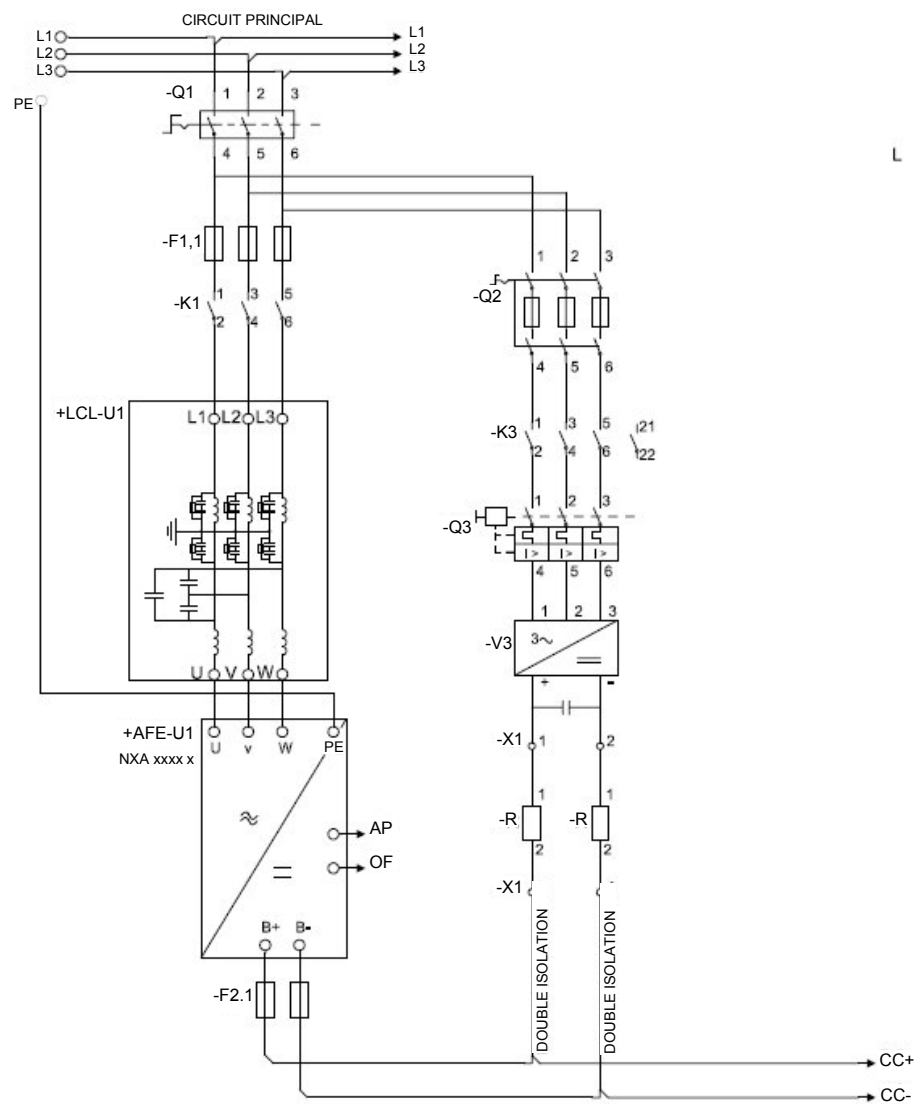

Figure 6. Raccordement
Le GTC est utilisé à l'aide du matériel AFE équipé d'un logiciel spécial. Un filtre LC(L) externe et un circuit de charge sont nécessaires. Cette unité est sélectionnée lorsque des faibles harmoniques sont requis. Le raccordement de principe du variateur AFE est décrit à la Figure 6.
1. Raccorder l'unité comme indiqué à la Figure 6.